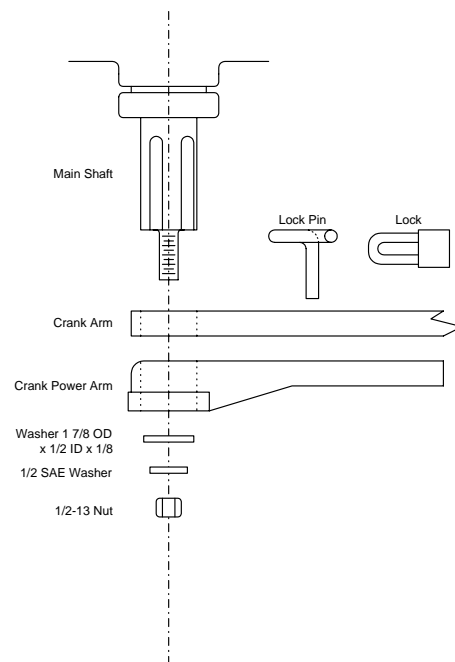

Figura 15
1. Una el brazo de manivela y el brazo de manivela de la energía al eje de salida de operador usando el material provisto (Figura 15). Coloque el brazo de modo que esté señalando hacia la portón.